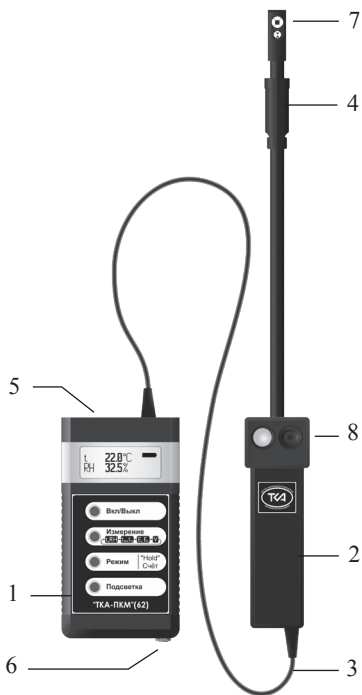

Рис.1 Внешний вид прибора “ТКА-ПКМ”(62)
5.1 Приборы комбинированные выпускаются в компактном портативном исполнении. Конструктивно прибор состоит из двух функциональных блоков: измерительной головки (ИГ) и блока обработки информации (БОИ), связанных между собой гибким многожильным кабелем (Рис.1).
Зонд с датчиками климатических параметров (RH, t, V) установлен на верхнем торце корпуса измерительной головки (7, Рис.1).
Для связи с ПК в приборе установлен разъём USB (опционально RS232) (5, на Рис.1).
6.4 Перед началом работы убедитесь в работоспособности элемента питания (аккумулятора). Если после включения прибора на дисплее появится надпись “РАЗРЯД БАТАРЕИ!”, нужно зарядить аккумулятор, для чего следует подключить к прибору через разъём на корпусе (6, Рис.1) зарядное устройство и вставить его в сеть. Прибор необходимо выключить. Время заряда ~ 16 часов. Превышение времени заряда (до нескольких суток) не приводит к ухудшению работоспособности аккумулятора.
В случае измерения климатических параметров (RH, t, V) сдвиньте вниз защитный колпачок, поместите зонд с датчиками (7, Рис.1) в зону измерения. Считайте с дисплея измеренное
Проследите за тем, чтобы на входные окна фотоприемников (8, Рис.1) не падала тень от оператора, производящего измерения и от временно находящихся посторонних предметов.